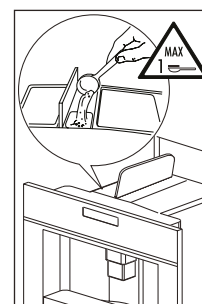

Fig. 26
- ▶ Levante a tampa central, coloque uma medida de café pré-moído no funil (Fig. 26), empurre o aparelho para trás e proceda como descrito na secção „Preparação do café com grãos de café“.